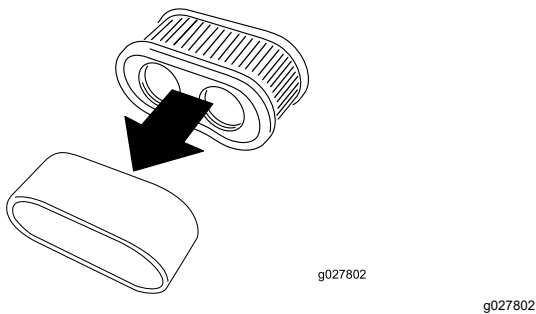

Figura 69
5. Separe los elementos de gomaespuma y papel (Figura 69).